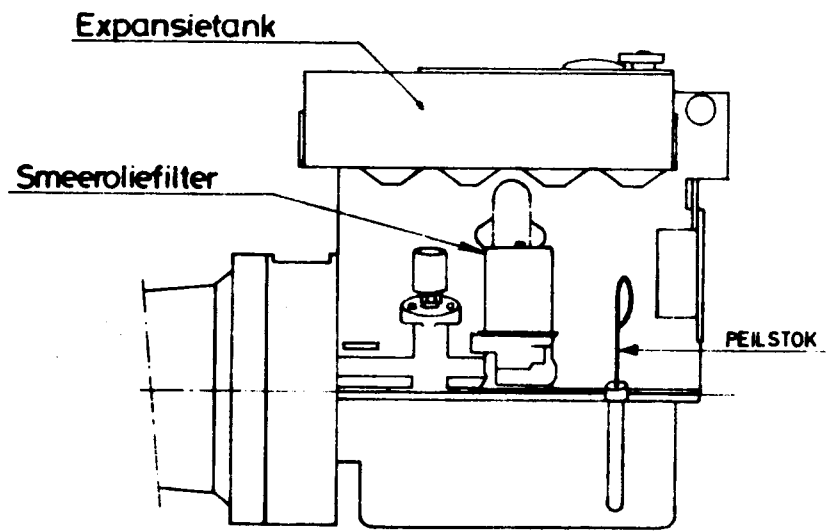

FIG. 5
1. Controleer het smeerolieniveau in de motor m.b.v. de peilstok. - fig. 5 -